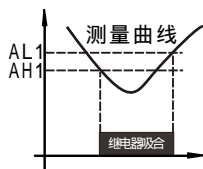

图2
- 设定 AH1<AL1(AH2<AL2)，当测量值 AH1时，继电器吸合；当测量值 AL1时继电器释放，继电器动作情况见图2，常用于下限报警。